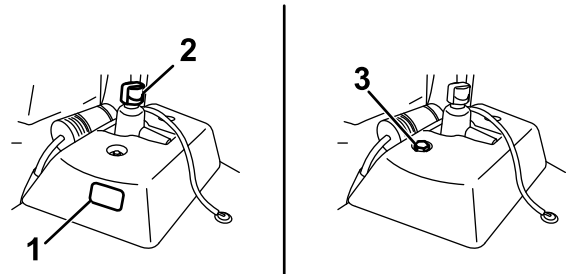

Figure 55
- Si le réservoir hydraulique auxiliaire comporte un regard, contrôlez le niveau d'huile par le regard (Figure 55), puis passez à l'opération 5.
- Si le réservoir hydraulique auxiliaire n'a pas de regard, localisez la jauge au sommet de la machine (Figure 55), puis passez à l'opération 3.